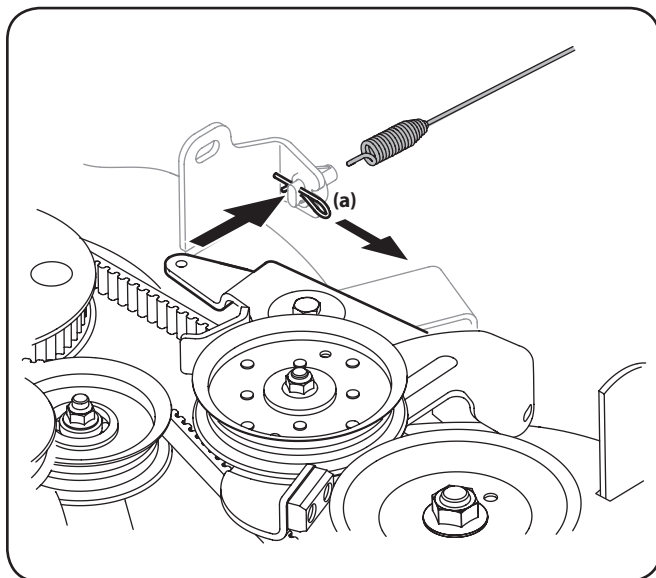

Figure 7-4
13. Retirez la goupille à cliquet (a), puis décrochez le ressort du câble d'entraînement du bras de renvoi. Voir Figure 7-4.